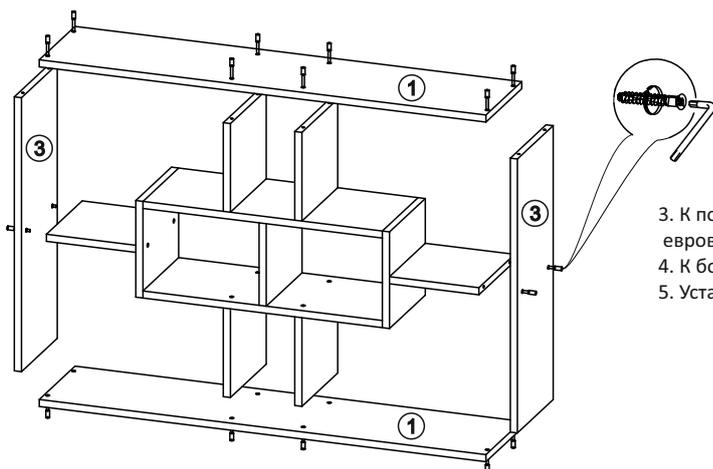

рис. 3
3. К получившейся конструкции прикрутить боковины (3) и крышку (1) евровинтами (рис. 3)